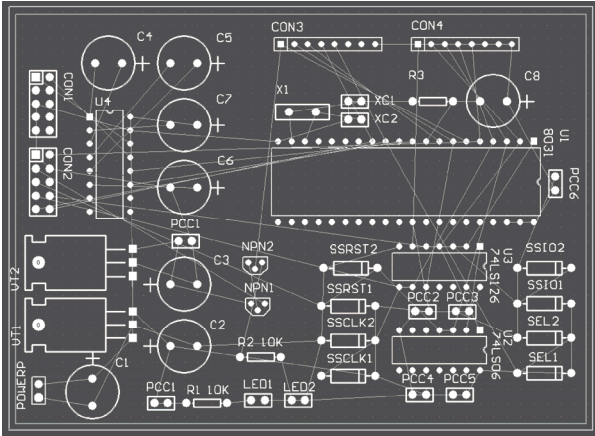

图 6-54 排列元器件后的 PCB 布局
4) 根据需要，可以选择不同的方式对被选择的元器件进行排列，排列各元器件后的布局如图 6-54 所示。